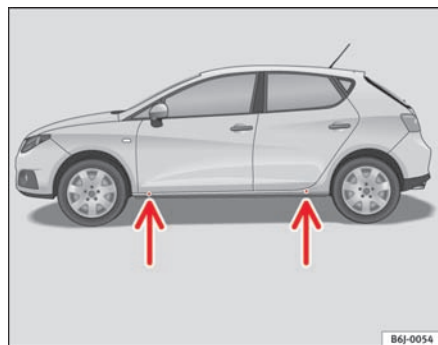

Fig. 123 Løftepunkter
- Find det løftepunkt under dørpanelet, der er tættest på det hjul, der skal skiftes ⇒ fig. 123.
Panelet er trykket lidt ind forrest og bagest, der hvor donkraften må sættes på ⇒ fig. 123. Der er et sted til donkraften for hvert hjul. Placer ikke donkraften andre steder.